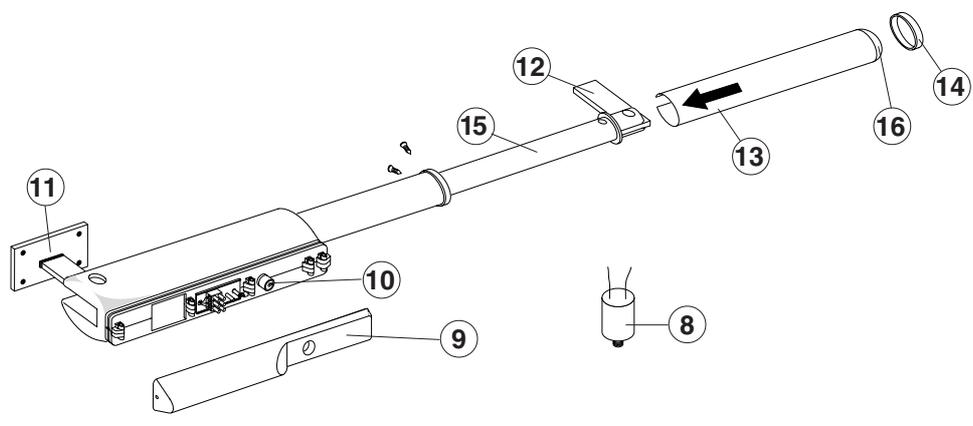

Fig. 4
2.3 Verweis Getriebemotor (Abb. 4)